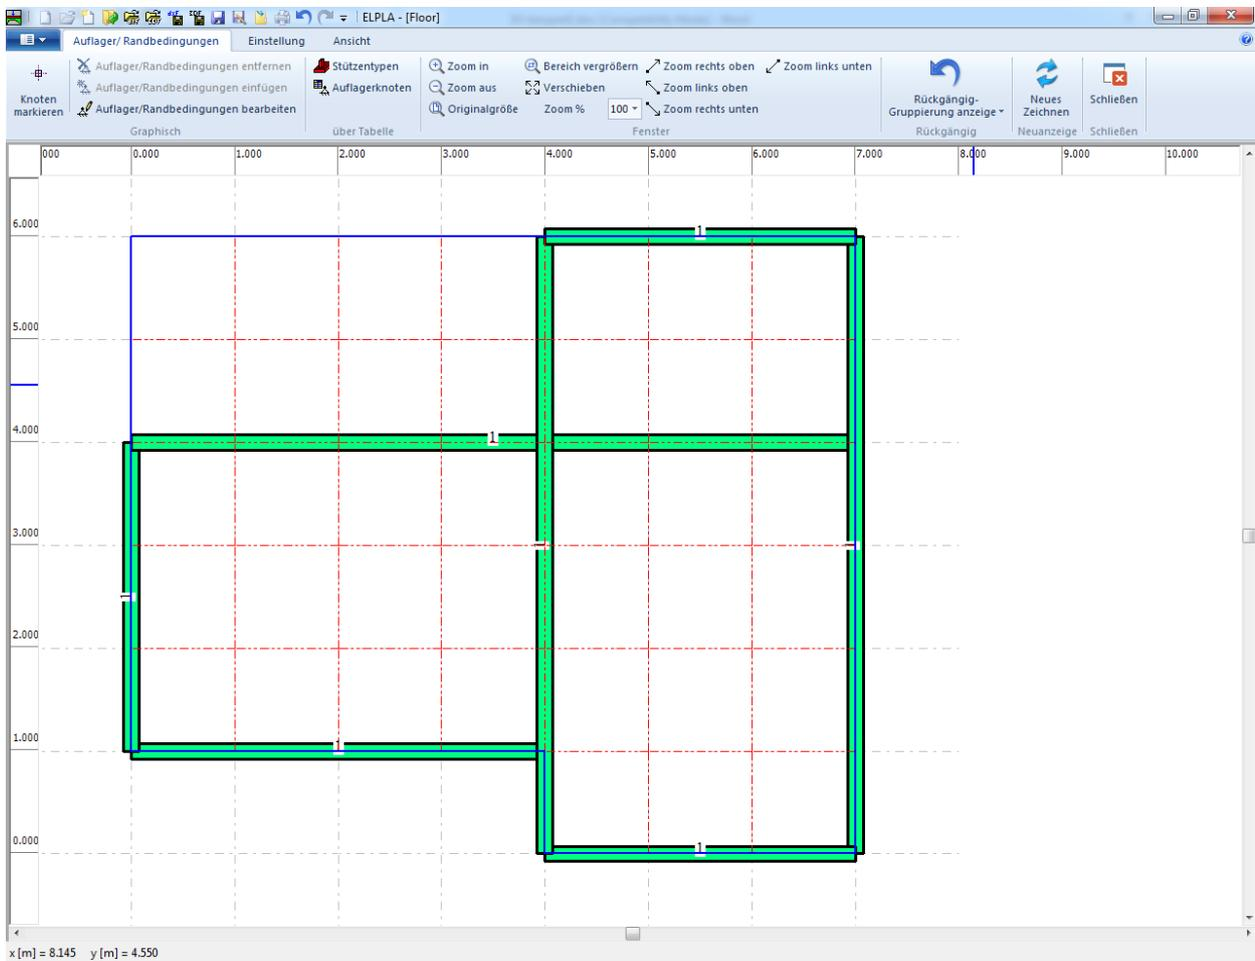

Bild 2.22 Stäbe im Fenster "Daten der Auflager/ Randbedingungen"
Nach dem Klicken von "OK" im Kontrollfeld "Gruppierung anzeigen" sollte der Bildschirm wie das folgende Bild 2.22 aussehen.
- Wählen Sie "Knoten markieren" aus dem Menü "graphisch" im Bild 2.22. Wenn dieser Befehl gewählt wird, ändert sich der Cursor von einem Pfeil zu einem Kreuz